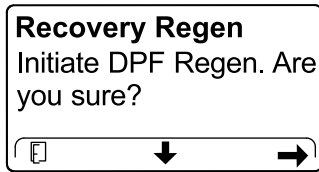

Figura 54
4. No ecrã INICIAR REGENERAÇÃO DO DPF, prima o botão direito para continuar (Figura 54).